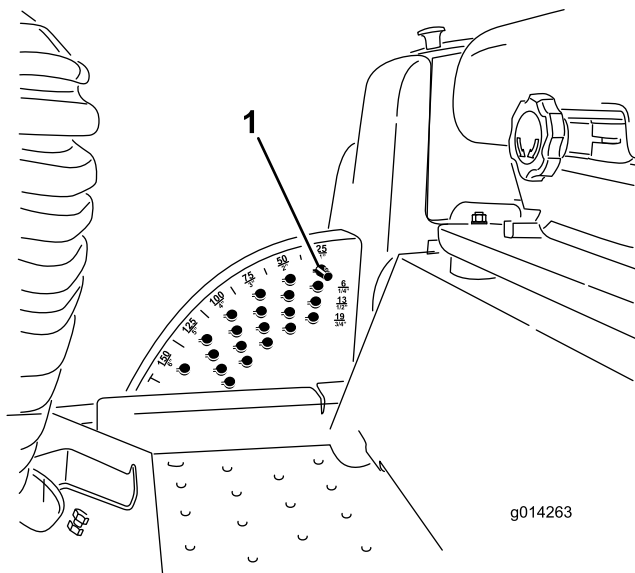

Figura 18
Nota: Para bloquear a plataforma do cortador/acessório numa posição elevada, levante a plataforma passando a posição de 15 cm, retire o pino de bloqueio da altura de corte (consulte Ajustar a Altura de Corte), e coloque o pino na posição da altura de corte de 15 cm (Figura 18).
1. Com o motor a trabalhar empurre para trás o interruptor de elevação da plataforma até que a plataforma de corte esteja completamente levantada e **solte imediatamente o interruptor** (Figura 18).
2. Para ajustar, rode o pino de bloqueio até que o pino do mesmo fique alinhado com as ranhuras nos orifícios no suporte da altura de corte e remova-o (Figura 18).
3. Seleccione um orifício, no suporte da altura de corte, que corresponda a altura de corte desejada, insira o pino e rode-o para o bloquear no lugar (Figura 18).
Nota: Existem duas filas de posições de orifícios (Figura 18). A fila de cima dá-lhe a altura de corte listada por cima do pino. A segunda fila dá-lhe a altura de corte listada mais 6 mm. A terceira fila dá-lhe a altura de corte listada mais 12 mm. A fila de baixo dá-lhe a altura de corte listada mais 18 mm. Para a posição de 15,8 cm só existe um orifício, colocado na segunda fila. Isto não acrescenta 6 mm à posição de 15,8 cm.